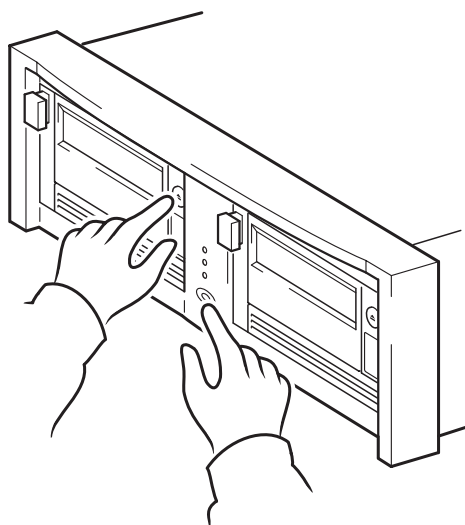

图 10b: 使用 HP OBDR, 第二步
- 2 按住磁带机的弹出按钮。打开您的磁带组和服务器的电源（见图 10b）。此操作会激活 HP 单按钮灾难恢复过程。在执行 OBDR 顺序过程中，当前面板上的“Ready”（就绪）指示灯闪烁时，请立即松开按钮。这是一个重复模式：闪烁 - 稳定发亮 - 闪烁。